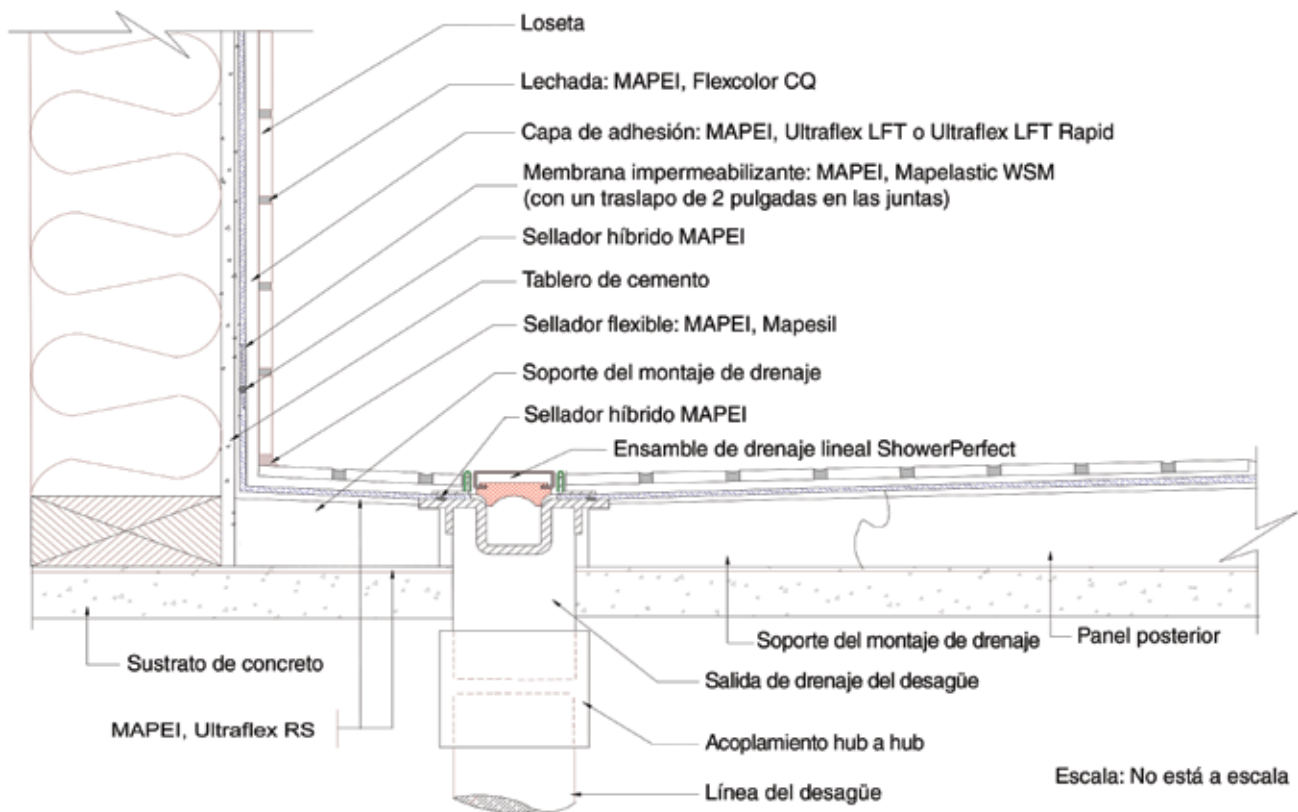

Figura 4: Orientación del drenaje – fijado de 7,5 a 15 cm (3 a 6 pulgadas) de la pared
4. Ubicación recomendada, tamaño y longitud del cuerpo de drenaje lineal en relación con la línea de tubería de desagüe (o “tubería de conexión saliente”) de 5 cm (2 pulgadas) de (vea la figura 4):